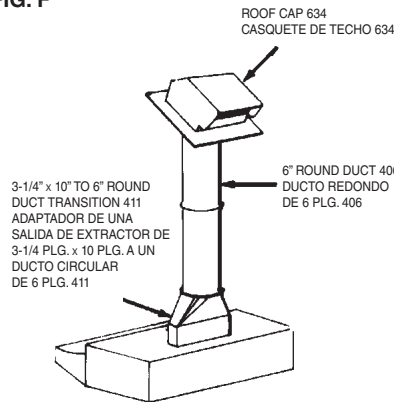

FIG. 1
- Retire la cubierta de la caja de cableado. (FIG. 1) Bajo la cubierta encontrará: